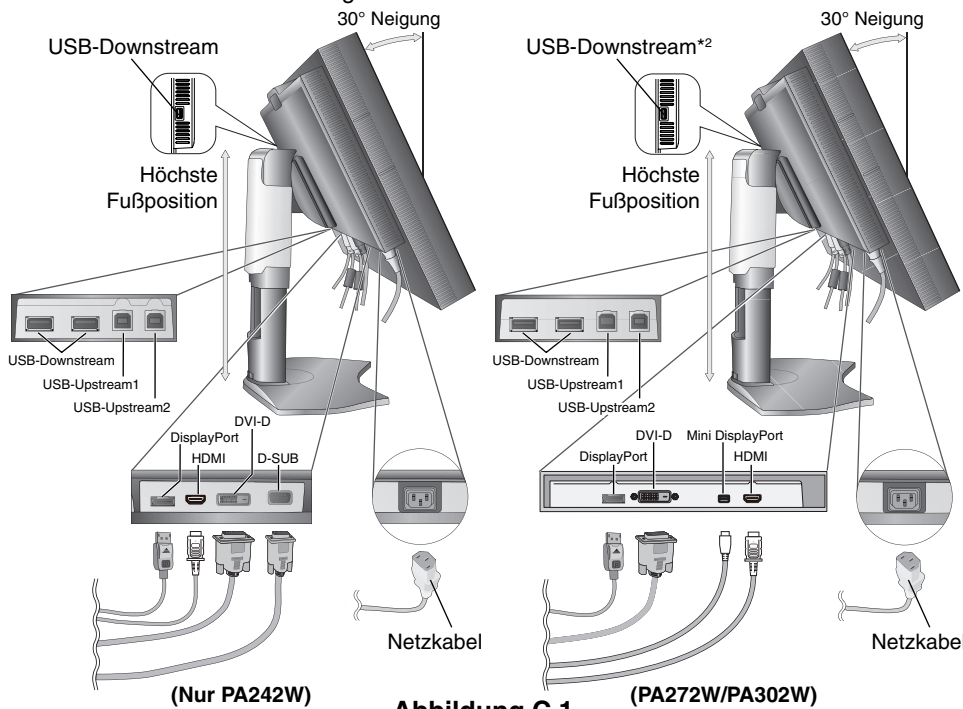

Abbildung C.1 (Nur PA242W) (PA272W/PA302W)
4. Verbinden Sie alle Kabel mit den entsprechenden Anschlüssen (**Abbildung C.1**). Verbinden Sie den Anschluss des Typs B mit dem USB-Upstream-Port auf der hinteren rechten Seite des Monitors und den Anschluss des Typs A mit dem Downstream-Port am Computer (**Abbildung C.1a**). Wenn Sie das Kabel eines USB-Geräts verwenden, müssen Sie es in einen der Downstream-Ports des Monitors einstecken.